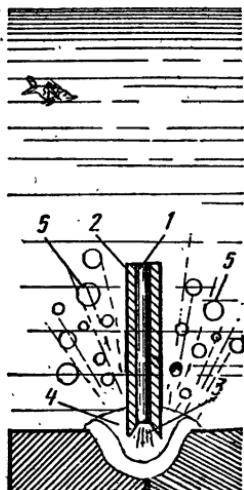

Рис. 98.
В 1932 г. академик К. К. Хренов разработал способ подводной сварки и резки металлов с помощью электрической дуги (рис. 98). Стальной стержень 1 с покрытием 2 опускают в воду. При горении дуги образуются газы. Часть газов в виде пузырьков 5 поднимается на поверхность воды, другая (4) — окружает дугу со всех сторон. В этом газовом пузыре дуга 3 горит, не соприкасаясь с водой.